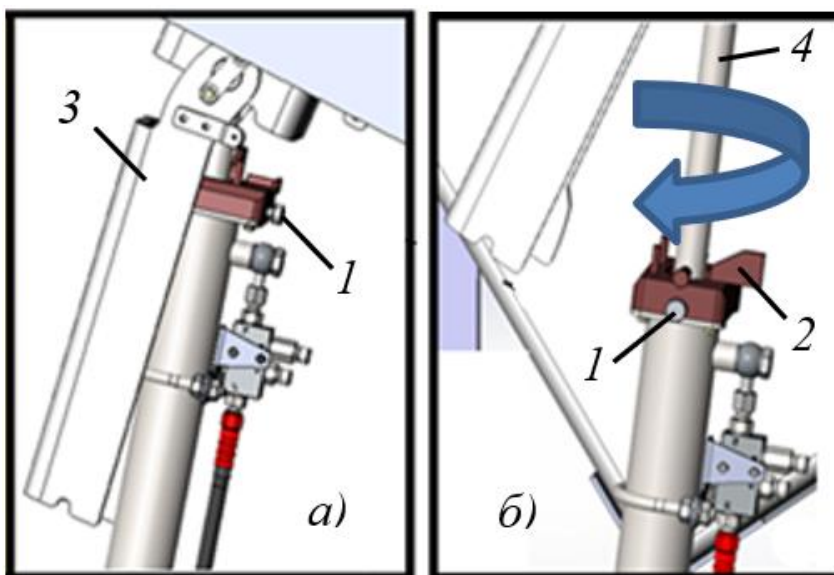

Рисунок 3.21. Механизм подъема кабины
- ▶ Качая съемный рычаг 1, рис. 3.20, вверх и вниз, поднять кабину (шток гидроцилиндра выдвинут на максимальное расстояние вверх 4, рис. 3.21).
- Ослабить винт фиксатор опоры блокиратора (стопор) 1, рис. 3.21а.
- Повернуть опору блокиратора 2, рис. 3.21б, по часовой стрелке на 90°, затянуть фиксатор опоры блокиратора 1, рис. 3.21б.